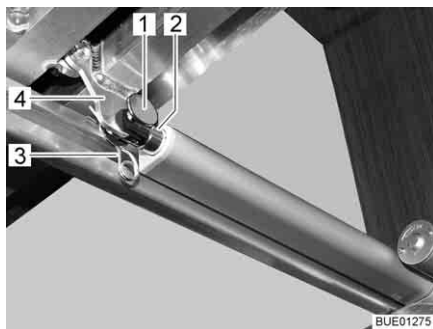

Fig. 135 Acionamento
- Separe a ligação (por ex. pino e contrapino (Fig. 135,1 e 3)) entre a biela (Fig. 135,2) e o estrado (Fig. 135,4).